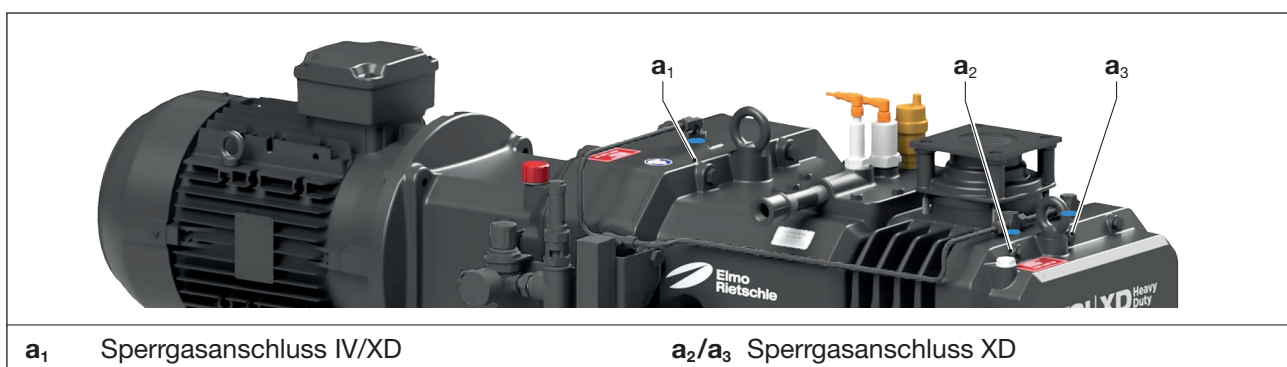

Abb. 16 Sperrgasanschluss ohne Sperrgaseinrichtung
- Sperrgasleitungen an allen 3 Anschlüssen (Abb. 16/a1, a2 und a3) anschließen (Variante XD). Die Pumpen der Standard-Variante (IV) haben nur einen Anschluss (Abb. 16/a1).